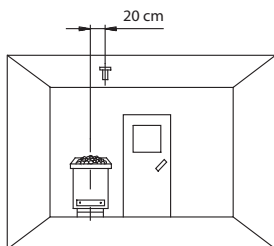

Рис. 7
1. Датчик печи монтируется в кабинах размером до 2 x 2 м согласно рис. 7 и 8, а в кабинах большего размера согласно рис. 7 и 9.